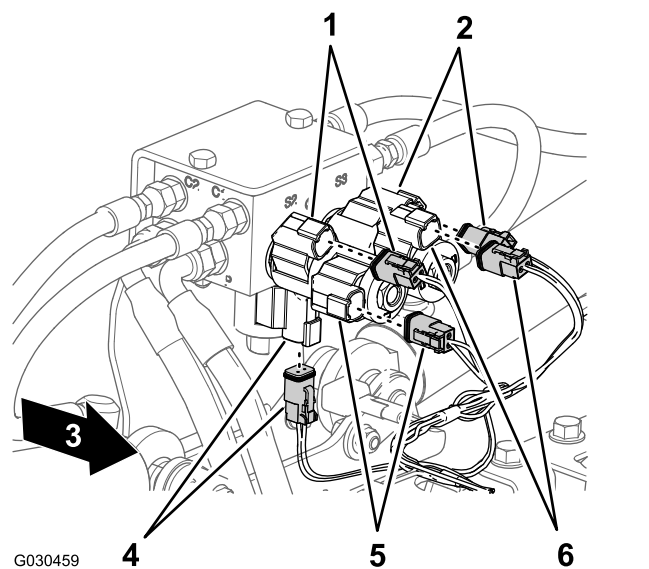

Рисунок 26
5. В задней части машины отсоедините описанные ниже 2-гнездовые разъемы (Рисунок 26) коллектора левого цилиндра следующим образом: